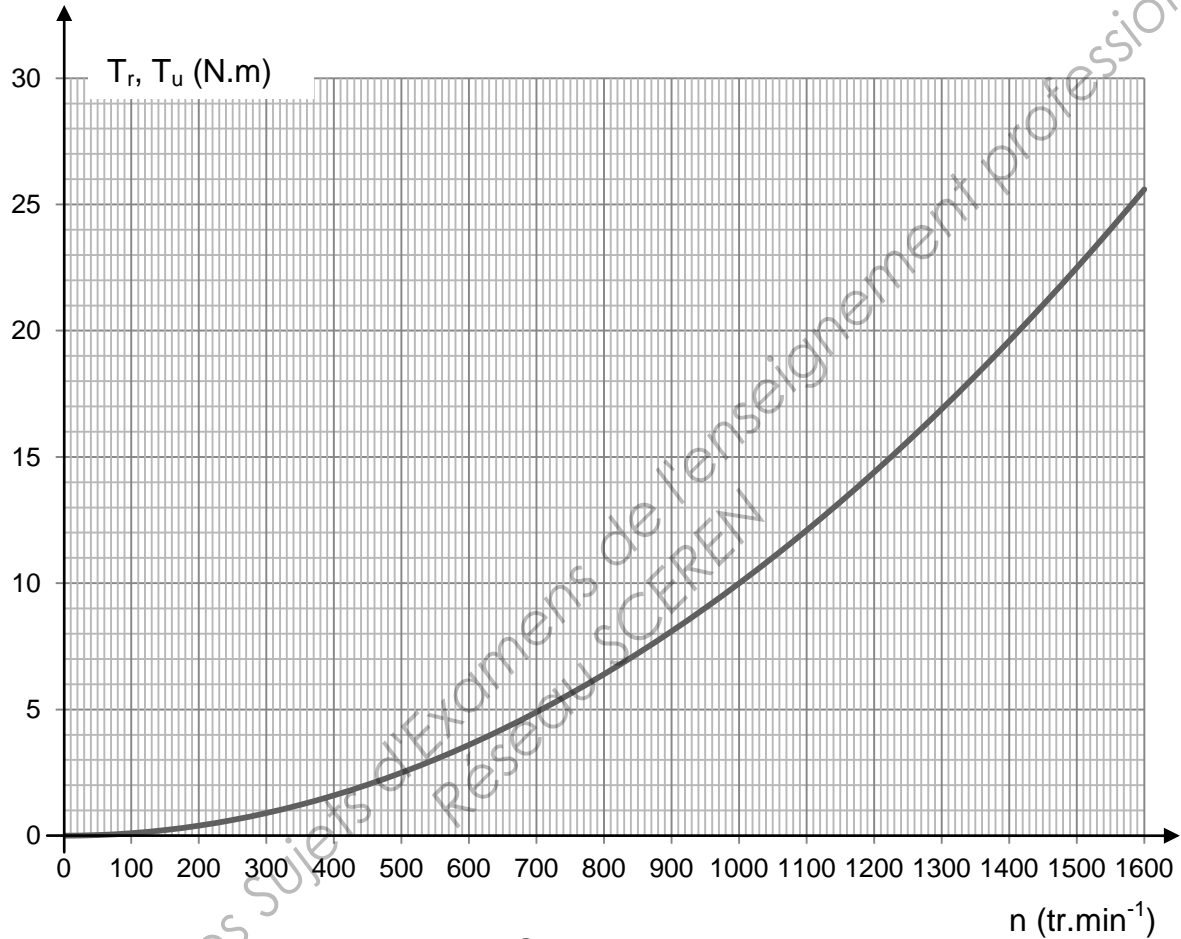

FIGURE 14
C.3 Le ventilateur présente un couple résistant dont le moment T_r est représenté sur la figure 14.
C.3.1 Tracer sur le graphique figure 14 la zone utile de la caractéristique mécanique du moteur $T_u(n)$, celle-ci étant un segment de droite passant par les points dont les coordonnées sont les suivantes : $(1500 \text{ tr.min}^{-1}; 0 \text{ N.m})$ et $(1470 \text{ tr.min}^{-1}; 15 \text{ N.m})$.
C.4.2 Placer alors le point de fonctionnement P_{02} sur le graphique figure 14.
C.4.3 Tracer sur le graphique figure 14 la zone utile de la caractéristique mécanique du moteur $T_u(n)$.